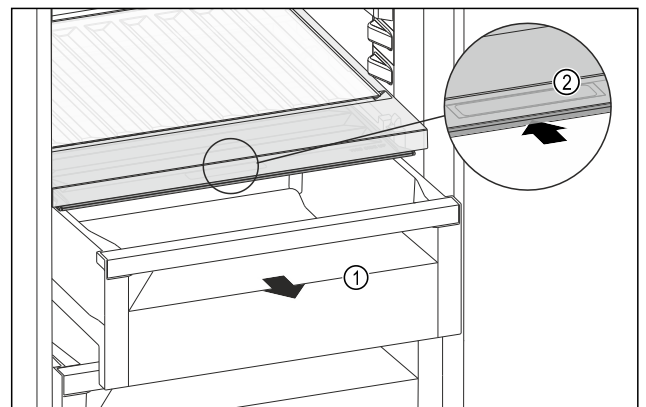

Fig. 98
- ▶ Извлеките выдвижной ящик Fig. 98 (1).
- ▶ Возьмитесь за утопленную ручку Fig. 98 (2) на крышке отделения и одновременно введите крышку отделения назад.